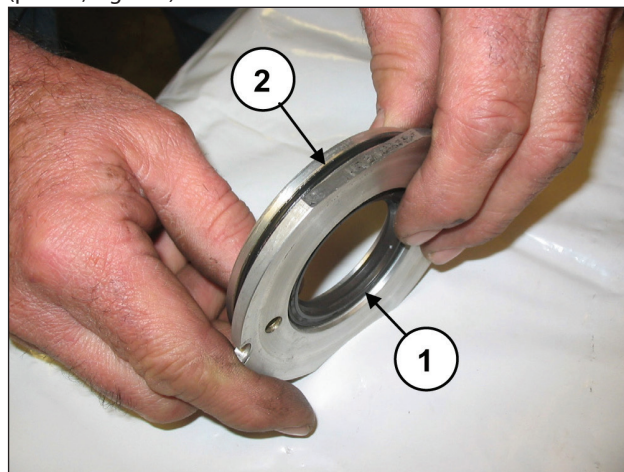

Fig. 165
Sostituire il paraolio (pos. ①, Fig. 165) e l'O-ring esterno (pos. ②, Fig. 165).